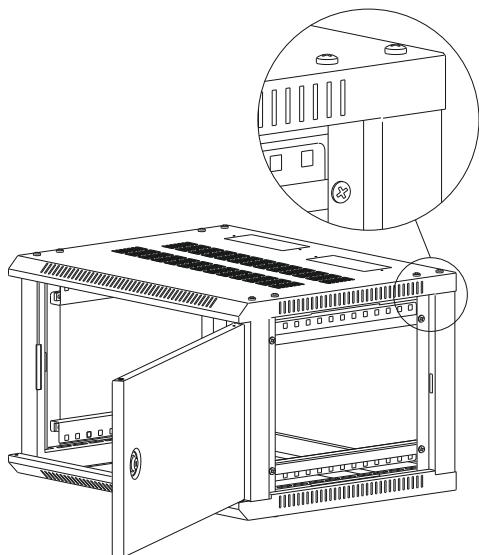

Рисунок 14
4.3.3 Закрепите планки внутри корпуса винтами М6×16 (рисунок 14).